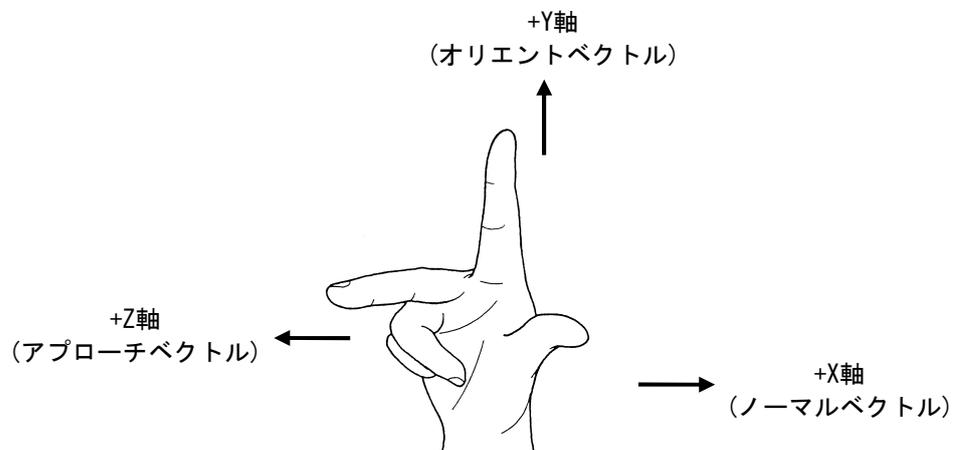

図2-5 右手座標系
- 図2-5に示すように、X成分は、Y軸をオリエンタベクトル、Z軸をアプローチベクトルとする右手座標系のX (+) 軸方向のノーマルベクトル上に定義されます。